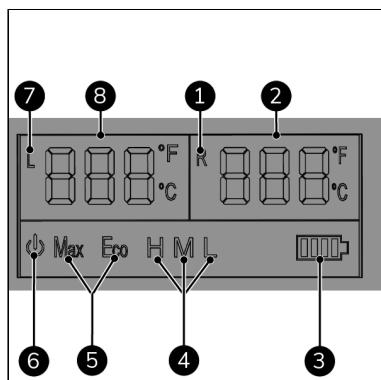

Abbildung 24.
- Temperatur zeigt die eingestellte oder aktuelle Temperatur im Kühlfach (Abbildung 24, Pos. 8) oder im Gefrierfach (Abbildung 24, Pos. 2) (Celsius oder Fahrenheit).
- Batterie (Abbildung 24, Pos. 3) zeigt den Zustand der Fahrzeubatterie an.
- Batterieschutz (Abbildung 24, Pos. 4) zeigt den aktuell gewählten Batterieschutzmodus (hoch, mittel oder niedrig) an.
- Kühlkapazität (Abbildung 24, Pos. 5) zeigt die Kühlkapazität (MAX oder ECO) an.
- EIN/AUS (Abbildung 24, Pos. 6) zeigt an, ob das Gerät ein- oder ausgeschaltet ist.
- L (Abbildung 24, Pos. 7) und/oder R (Abbildung 24, Pos. 1) blinken; die Einheit kühlt.
Wenn das Gerät an das Netzteil angeschlossen ist, leuchtet die EIN/AUS-Anzeigeleuchte (Abbildung 24, Pos. 6).